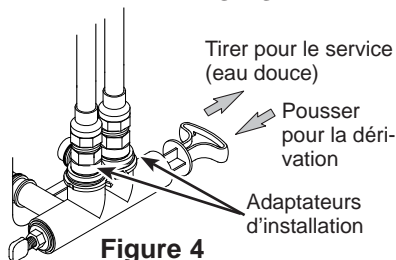
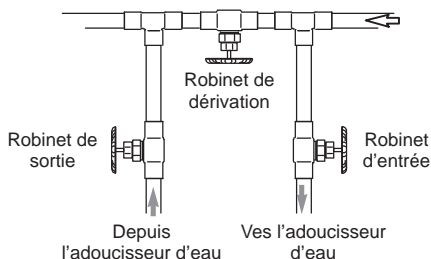
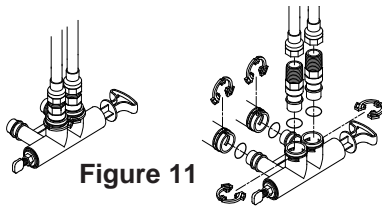

Figure 4
Figure 5
Figure 11
Installez toujours soit un robinet de dérivation simple (inclus, Figure 4), soit des pièces pour monter un système de dérivation à trois robinets (non incluses) offertes dans le commerce (Figure 5). Les robinets de dérivation vous permettent de fermer l'eau à l'adoucisseur pour l'entretien, si nécessaire, tout en maintenant la disponibilité de l'eau dans la maison.
Si vous installez un système de dérivation à trois robinets (Figure 5), la continuité électrique sera maintenue. Si vous installez un robinet de dérivation non métallique (Figure 11), veuillez vous reporter à la section Installation du fil de terre avant de couper le tuyau.
2. Placez le(s) robinet(s) de dérivation (simple ou à 3 robinets) dans la position de dérivation (bypass). Voir les Figures 4 et 5.
- Robinet de dérivation simple (Figure 4) : Déplacez lentement la tige du robinet vers la position de service, en arrêtant plusieurs fois pour permettre à l'adoucisseur de se remplir d'eau.
- Dérivation à 3 robinets (Figure 5) : Fermez complètement le robinet de dérivation et ouvrez le robinet de sortie. Ouvrez lentement le robinet d'entrée, en arrêtant plusieurs fois pour permettre à l'adoucisseur de se remplir d'eau.